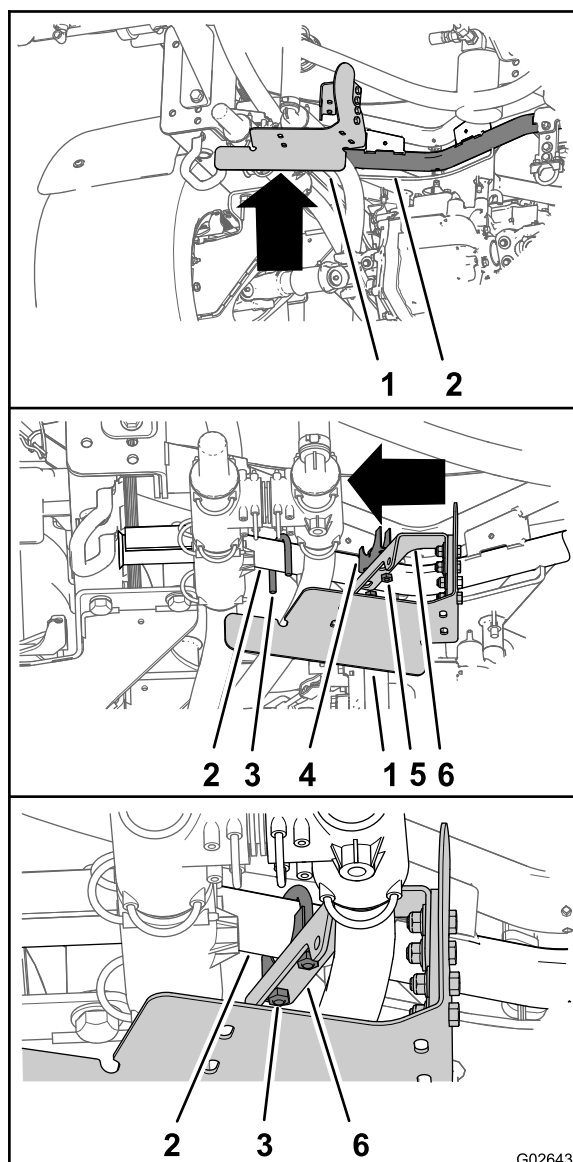
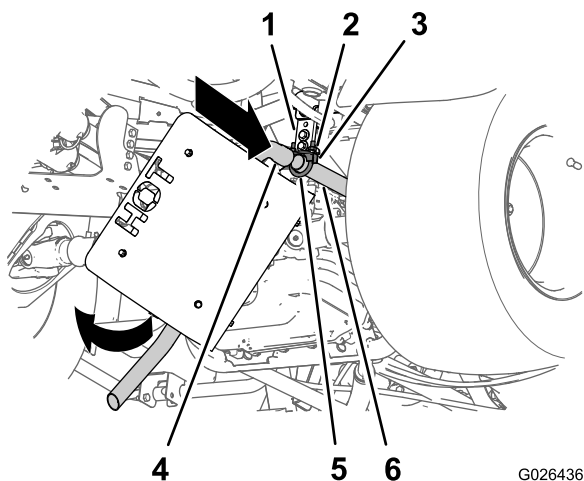
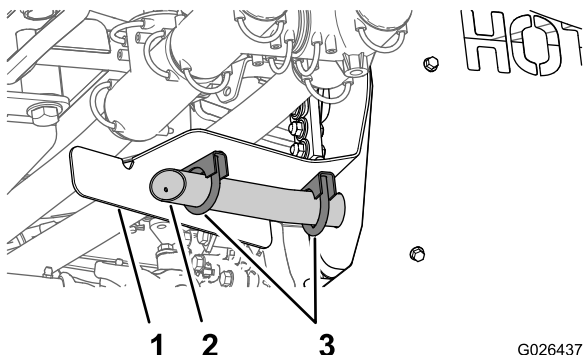

图12
图13
图14
1. 将安装到 3 组装隔热罩和支撑支架 (页码 4) 的消声器和尾管支架与药缸支撑管对齐 (图12)。
2. 将消声器夹 (38.1mm) 上的 U 形螺栓安装到药缸支撑管上 (图12)。
3. 使用 U 形螺栓 (1-1/2 英寸)、鞍形支架 (38.1mm) 和螺母将消声器支架安装到药缸支撑管上 (图12)。
1. 将消声器的进气管与排气管的开口端对齐（图13）。
3. 向上旋转消声器，直至消声器的尾管与尾管支架对齐（图13 和 图14）。
4. 使用 2 个消声器夹（31.75mm）将尾管安装到尾管支架上，如 图14 所示。
5. 在排气管和消声器进气管（图13）、尾管和尾管夹（图14）和消声器支架和药缸支撑管（图12）上，上紧消声器夹的螺母扭矩至 19.78~25.42Nm。